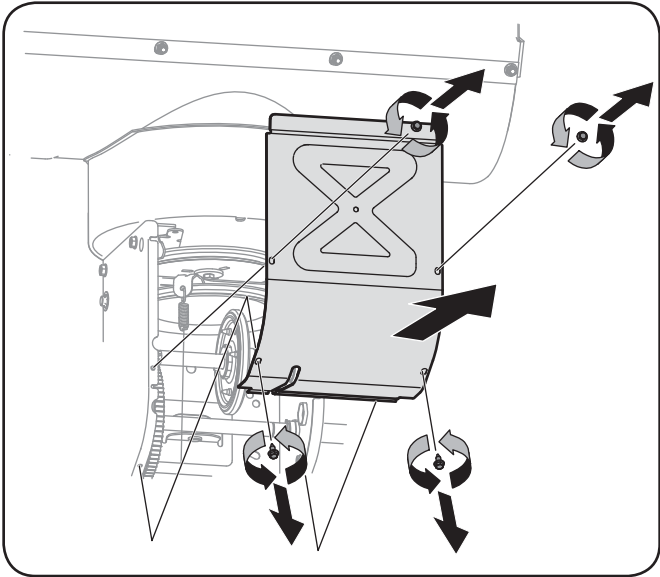

Figure 6-5
3. Enlevez le couvre-chassis en enlevant les deux vis auto-taraudeuses qui le maintiennent. Voir la Figure 6-5.